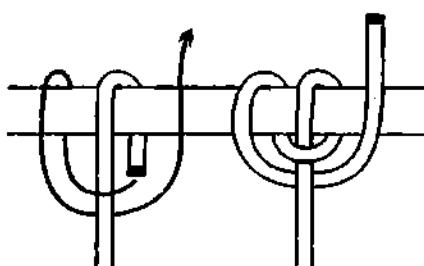
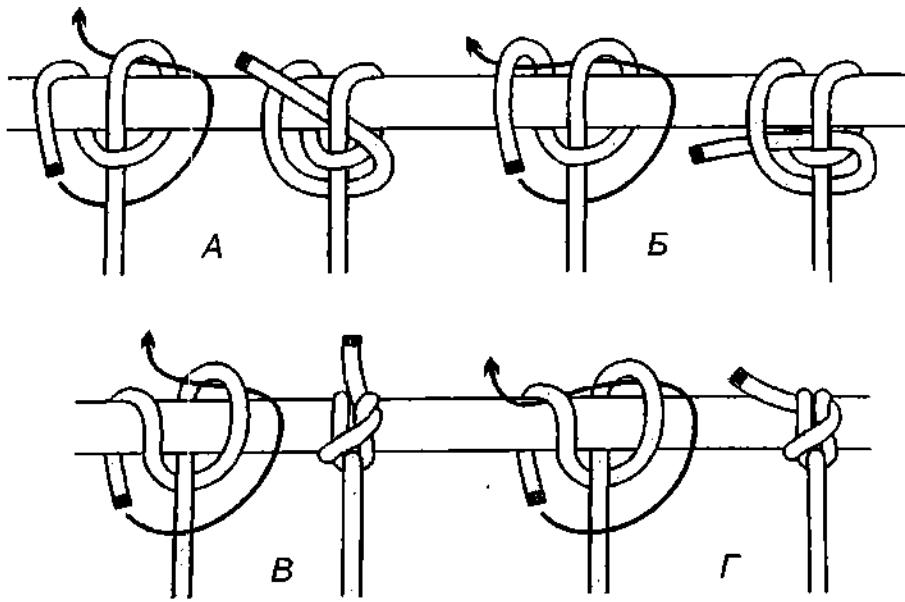
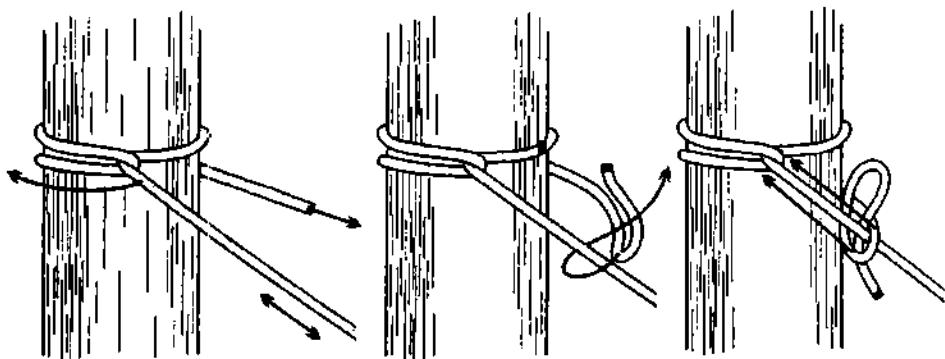

Рис. 660. Зигзаговый узел.
Рис. 661. Варианты завязывания зигзагового узла с подоткнутым концом
Рис. 663. Крепление и натяжение верёвки с помощью зигзагового узла.
**Зигзаговый узел** очень прост, красив и надёжен (рис. 660). **Зигзаговый узел** легко запоминается, но медленно вяжется, так как ходовой конец приходится обносить вокруг опоры несколько раз, и чем больше шлагов кладётся, тем больше уходит времени на завязывание узла. Чаще всего трёх шлагов вполне достаточно. Ходовой конец закрепляется или в самом узле (рис. 661) или завязывается любой контрольный узел, чаще всего быстроразвязывающийся (рис. 663). При завязывании узла, верёвку можно использовать как одинарную, так и двойную.
**Зигзаговым узлом** очень удобно натягивать верёвку (рис. 663). С каждым оборотом вокруг опоры она натягивается сильнее и становится тугой как струна. **Зигзаговым узлом** удобно крепить и обтягивать груз. Его используют для наведения переправы, для постановки палатки, для натягивания тентов, гамаков и т. д. **Зигзаговым узлом** можно закрепить ходовой конец у **кучерского узла** и других подобных узлов.